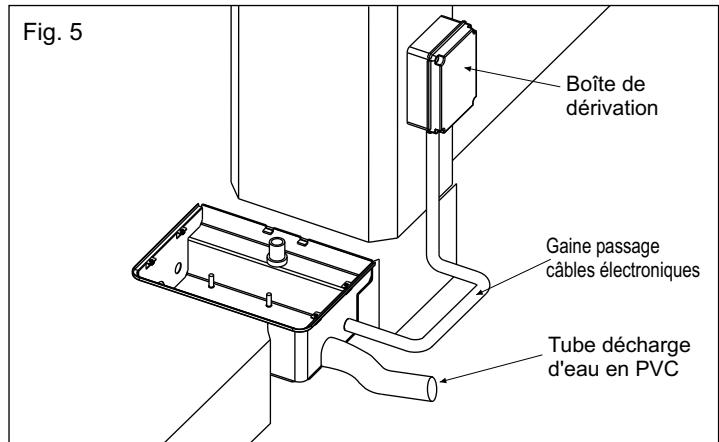

Fig. 5
- un tube de décharge d'eau en PVC d'au moins 40 mm de diamètre à insérer dans oblong spécial de la caisse avant de la cimenter (Fig. 5) et **devra être porté jusqu'à la décharge de la ligne des égouts;**
- une gaine pour le passage des câbles électriques d'au moins 20 mm de diamètre qui devra être portée en proximité de la boîte de dérivation (Fig. 5).